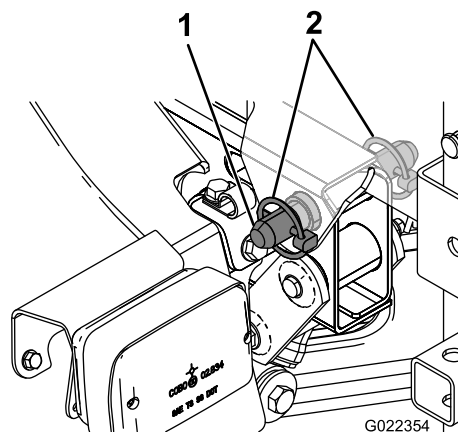

Рисунок 11
6. Совместите поворотную проушину в задней части рамы бака в сборе с отверстием в конце рамы автомобиля (Рисунок 11).
7. Вставьте конический шплинтуемый штифт и два шплинта с кольцом в поворотную проушину, чтобы прикрепить бак в сборе к раме (Рисунок 11).